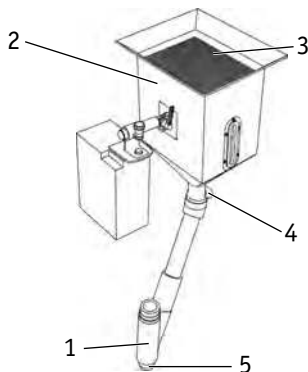

Рис. 8.8. Подача флюса в зону сварки.
8. Откройте з твор флюсобункер , флюс должен полностью покрыть зону н ч л св рки (см. рис. 8.8)